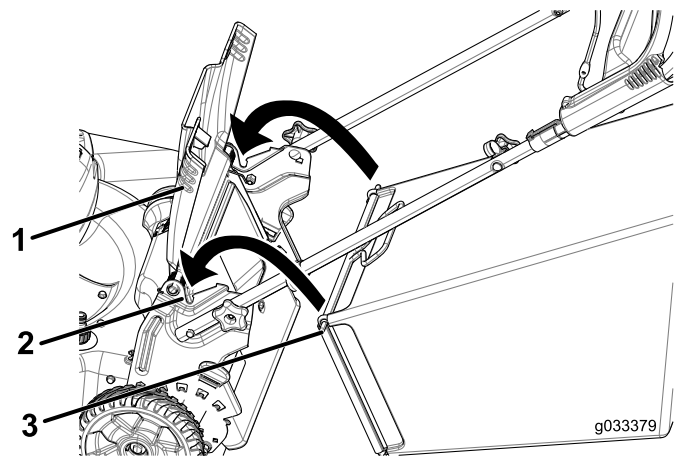

Рисунок 21
1. Поднимите и удерживайте задний отражатель (Рисунок 21).
2. Установите мешок для сбора скошенной травы и убедитесь в том, что стержни мешка вошли в пазы на рукоятке (Рисунок 21).